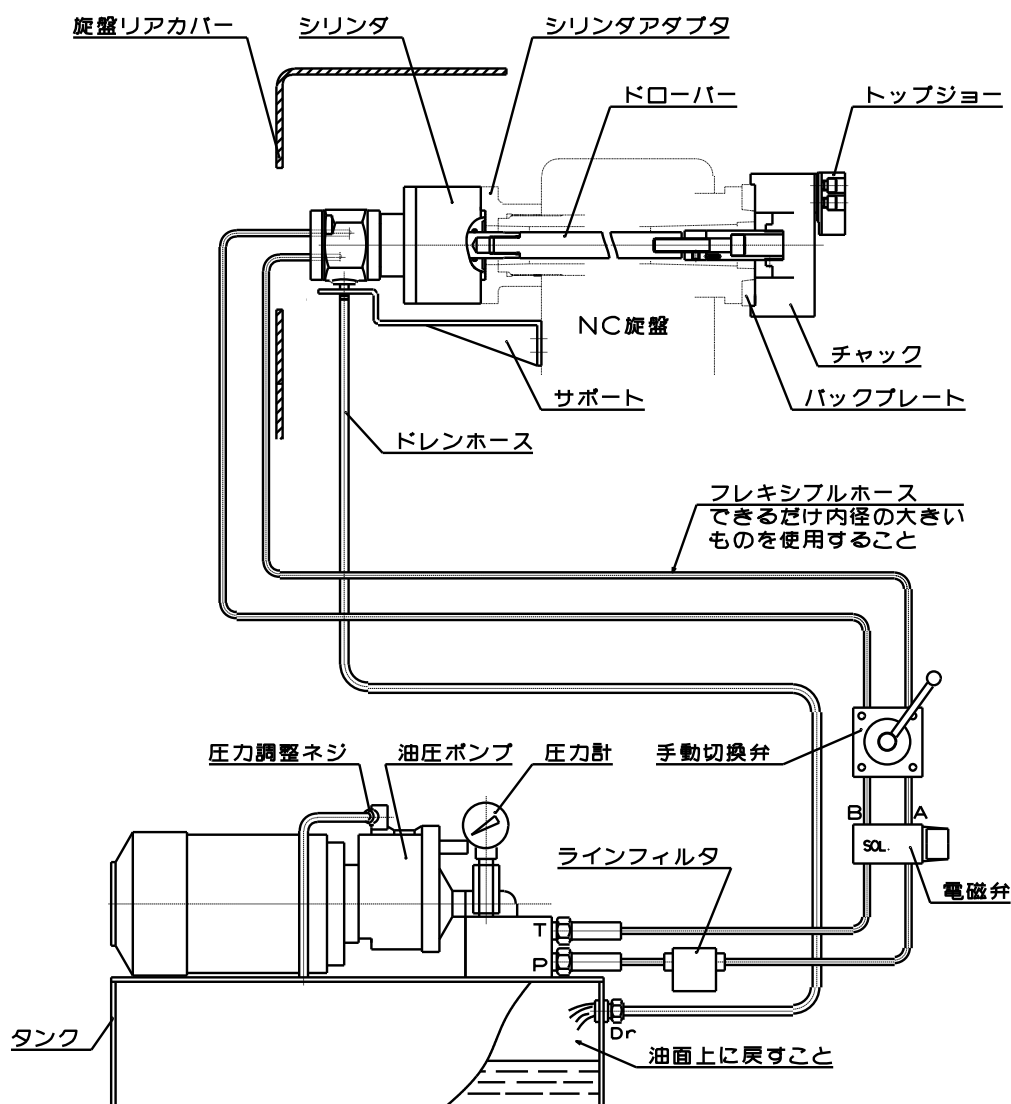

図 8
- ドレンは必ず油圧ユニットの油面上に戻すこと。(図 8 参照)
- ドレンホースは、油圧ユニットの油面上に戻してください(図8)。弁ブロック等のTポートに接続すると背圧がかかりシリンダのオイルシールが破損します。